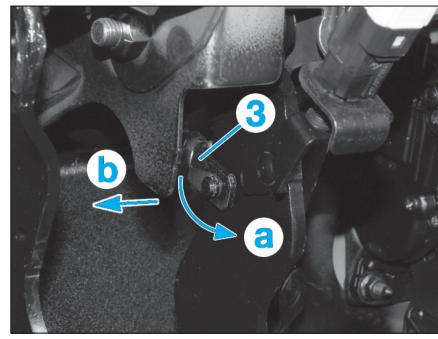

Fig. 12
- Déverrouiller l'axe (3) entre la pédale de frein et la tige de poussée de l'amplificateur de freinage en le ramenant vers l'arrière (flèche "a") puis sortir l'axe (3) de son logement (flèche "b") (Fig.12).